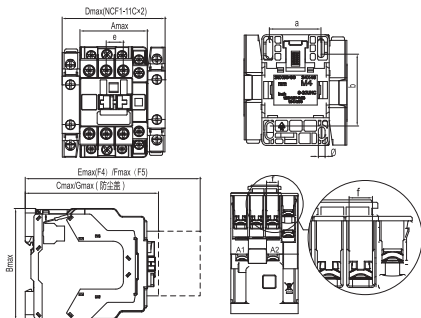

图1 NC5-0611 ~ 3811系列交流接触器外形与安装尺寸
6.1 NC5-0611 ~ 3811系列交流接触器安装尺寸、外形尺寸与接线能力，见图1及表3，型号规格重量见箱贴。